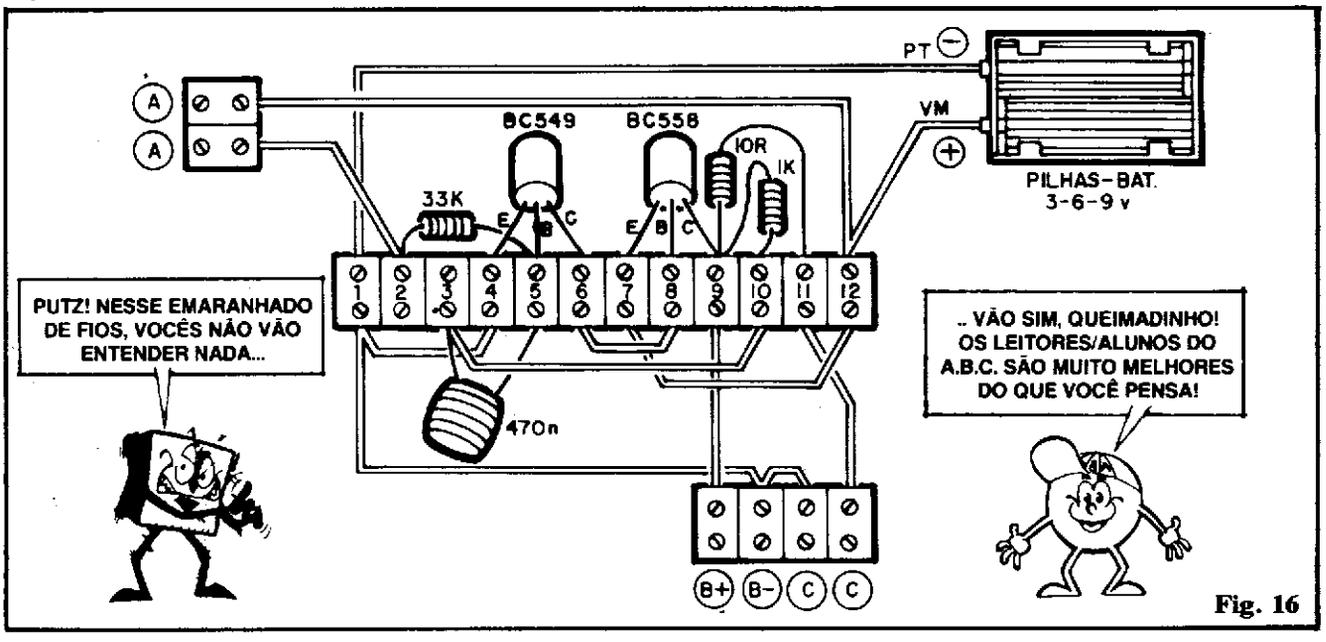

Fig. 16
- FIG. 16 - "Chapeado" da montagem, ou seja: a vista "real" dos principais componentes já fixados, elétrica e mecanicamente so-